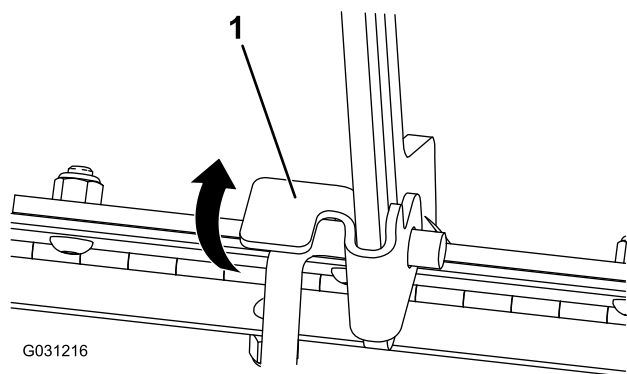

Figura 37
1. Sollevate la linguetta che assicura l'asta di supporto (Figura 37)